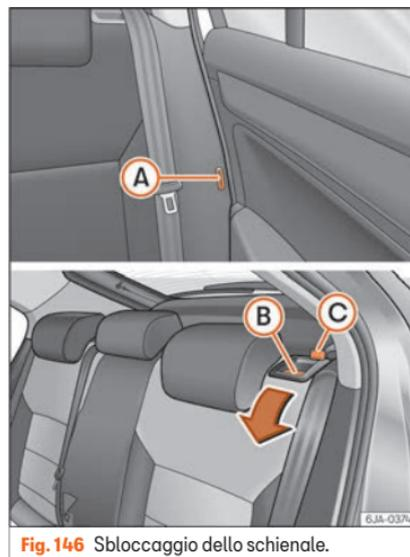

Fig. 146 Sbloccaggio dello schienale.
- Introdurre la linguetta della cintura di sicurezza nel foro **A** »» fig. 146 situato nel lato corrispondente del veicolo: posizione di sicurezza.